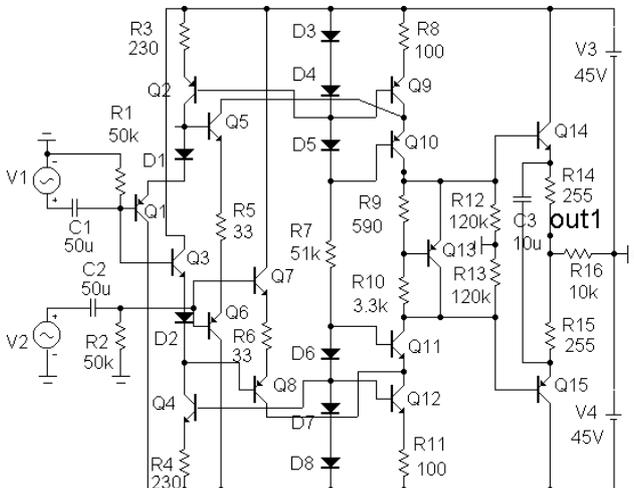

Рис.1.11
5. Симметричный УН имеет два входа - инвертирующий и неинвертирующий и при минимальной доработке может быть использован как быстродействующий линейный «операционный» усилитель без дифференциального каскада на входе. УН обеспечивает подавление синфазного сигнала в 6000 раз (1 кГц, $+U=36$ В, $-U=36$ В, $U_{вых}=6$ мВ). Данные свойства симметричного УН использованы для введения ООС при разработке УМЗЧ. Схема доработанного УН (по равенству входных сопротивлений входов) представлена на **рис. 1.11**.